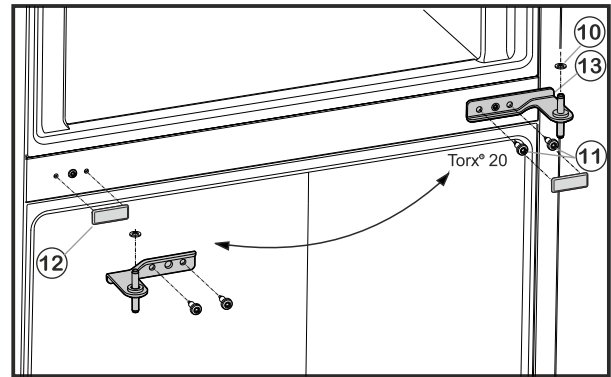

Fig. 6
- ▶ Befestigungsschrauben Fig. 6 (11) abschrauben (2 mal Torx® 20) und Lagerbock Mitte aus der unteren Tür herausziehen.
- ▶ Kunststoffscheibe Fig. 6 (10) abnehmen.
- ▶ Abdeckung Fig. 6 (12) vorsichtig abziehen.
- ▶ Abdeckung Fig. 6 (12) auf der Gegenseite wieder aufsetzen.
- ▶ Lagerbock Mitte Fig. 6 (13) um 180° gedreht in die untere Tür einsetzen und mit Befestigungsschrauben Fig. 6 (11) (2 mal Torx® 20) auf die neue Scharnierseite **fest (mit 4 Nm)** anschrauben.
- ▶ Kunststoffscheibe Fig. 6 (10) wieder aufsetzen.
- ▶ Obere Tür auf den Lagerbock Mitte Fig. 6 (13) setzen.